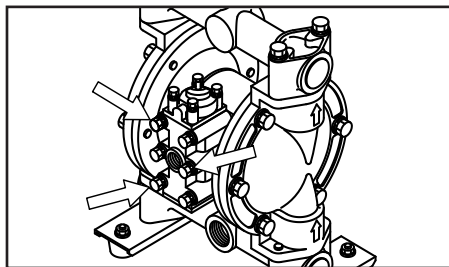

Figure 26
- Enlevez les 6 boulons de fixation du corps de distributeur et déposez ce dernier. (voir figure 26).